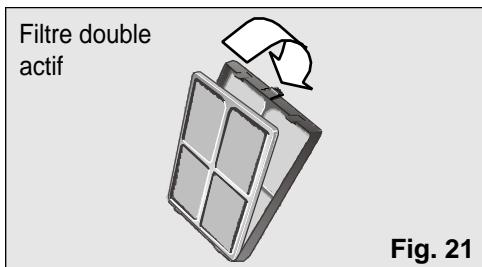

Fig. 21
Ces modèles comportent, en plus, un double filtre actif situé à l'intérieur du filtre de base, **Fig. 21**.
- ❑ Changez le double filtre actif, dans le filtre de base, tel que cela est indiqué sur la **Fig. 21.**